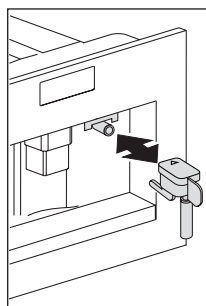
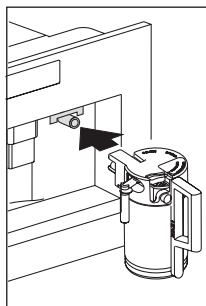

Fig. 13
Fig. 32
- ▶ Retire o bico de água quente (Fig. 13) e encaixe o recipiente para leite no bocal. (Fig. 32).